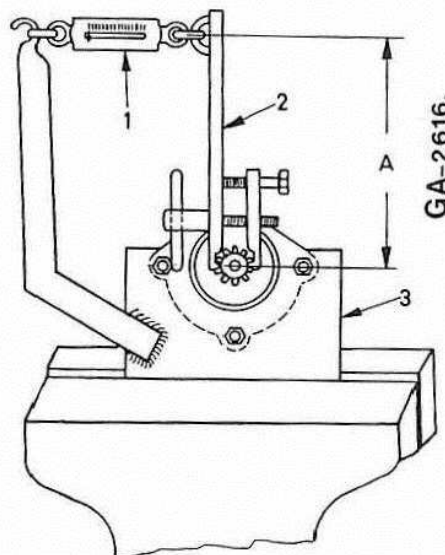

Bild 28
Anlasser mit Hilfe eines starken Haltebleches (3) Bild 28, dessen Bohrbild dem Anlasserflansch entspricht, fest in einem Schraubstock einspannen.
Den Anlasser in der Vorrichtung mit drei Schrauben befestigen und Federwaage anhängen, Bild 28.